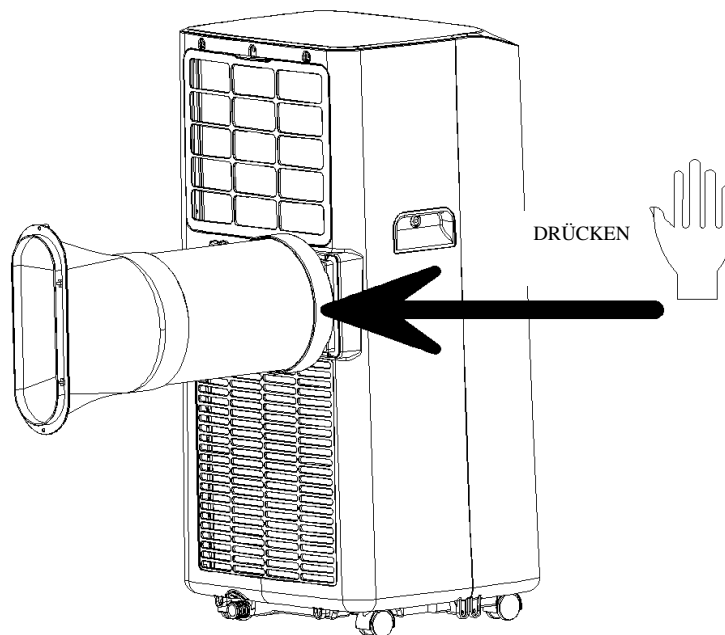

Abbildung 1
1.1 Installieren Sie das Wärmerohr (wie in Abb. 1 dargestellt)
- 2) Stecken Sie das Abluftrohr in den Lüftungsschlitz der Rückwand und vervollständigen Sie den Zusammenbau (wie in Abbildung 1 gezeigt).